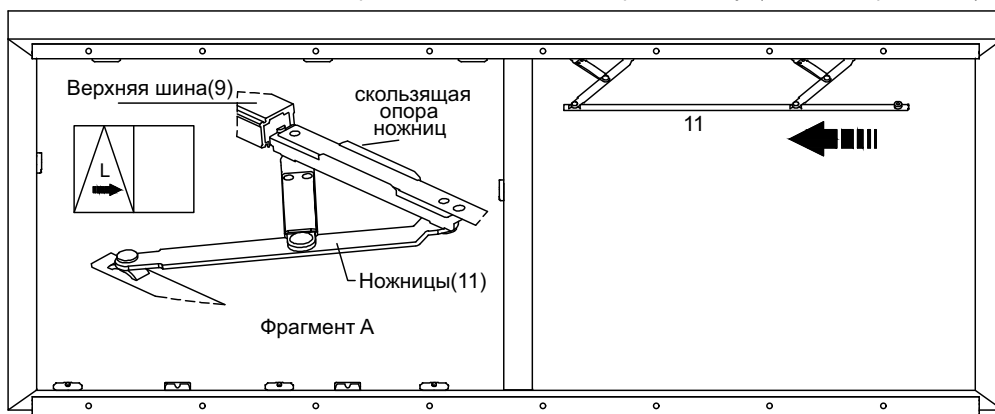

Рис. 8.1 Установка Ножниц в Верхнюю шину (Лев.)
8.1 - С помощью скользящей опоры вставьте Ножницы в Верхнюю шину (Рис. 8.1 - Фрагмент А)